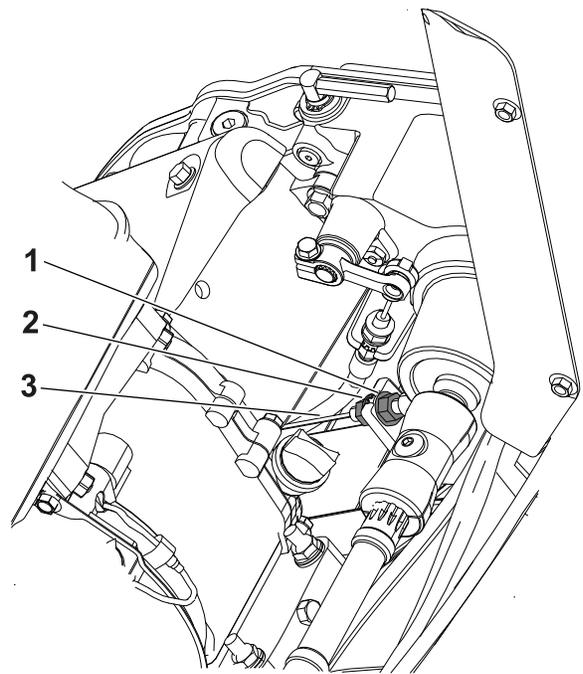

Bild 40
2. Lösen Sie die hintere Klemmutter und ziehen Sie die vordere Klemmutter an (Bild 40).